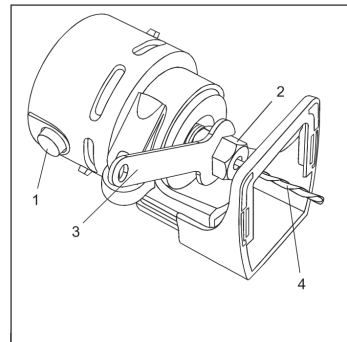

Рис. 9
3. Ключом 3 (Рис. 9) против часовой стрелки отверните фиксирующую гайку.
5. Навинтите фиксирующую гайку 2, вставьте насадку 4 (Рис. 9)
6. Затяните фиксирующую гайку 2 (Рис. 9)